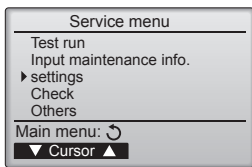

Fig. 6-2
6.2. Control remoto (Fig. 6-2)
① (Fig. 6-2)